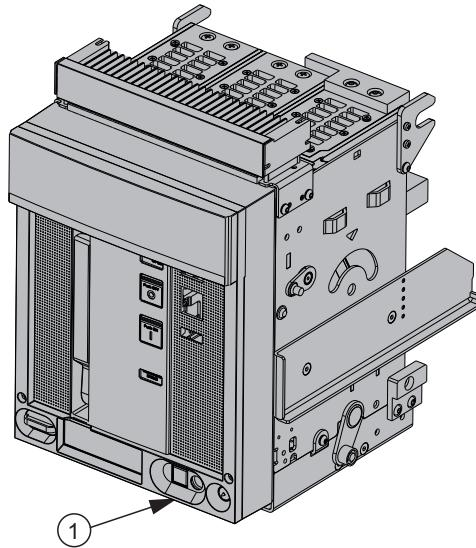

Fig. 1
c) l'eventuale pressione del pulsante (1) (fig.1) rende impossibile la manovra dell'interruttore stesso.
c) the accidental pressure of the push-button (1) (fig. 1) bring to lock the circuit breaker operativity.
c) macht das Drücken von Drucktaster (1) (Abb. 1) das Betätigen des Leistungsschalters unmöglich. SOFERN ES NICHT UNBEDINGT ERFORDERLICH IST. DEN DRUCKTASTER NICHT BETÄIGEN. Sollte es infolge unbeabsichtigten Drückens der Taste (1) erforderlich sein, wieder die normalen Betriebsbedingungen herzustellen, den beweglichen Teil in die Position «test isolated» bringen und die angegebenen Vorgänge in der umgekehrten Reihenfolge wiederholen, um den beweglichen Teil wieder in die Position «disconnected» zu bringen (Punkt 11).
c) en appuyant sur le bouton-poussoir (1) (fig. 1) la manoeuvre du disjoncteur est impossible.
c) la presión del pulsador (1) (fig. 1) inhibe la maniobra del interruptor.